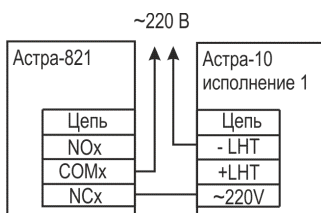

Рисунок 5
- к блоку силовых реле "Астра-821" - рисунок 5;